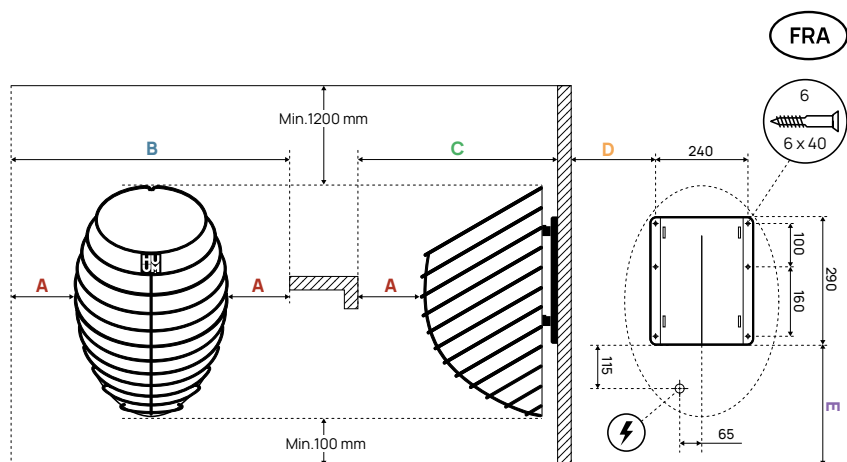

Figure 1. Positionnement du poêle.
- L'ouverture pour le câble d'alimentation est située à l'arrière du poêle. La position exacte du câble sur le mur est mesurée par rapport à la plaque de montage du poêle et a été indiquée à la **Figure 1**.